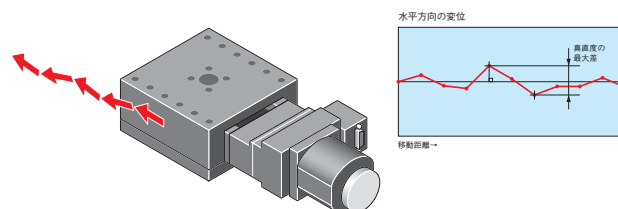

図3-7 真直度(水平)
3.7 真直度(水平) [JIS B 6191-1993 準拠] 【図3-7】